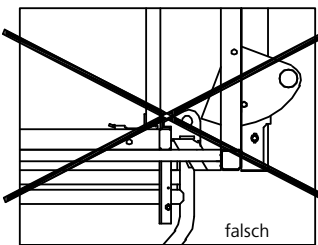

Abb. 7
6. Die Sicherungsfallen sind nach dem Entlasten der Versetztraverse LAB vom gesicherten Deckenrand mit einer Stange oder einem Brett zurückzuschieben, sodass der Kran wegschwenken kann (Abb. 7).